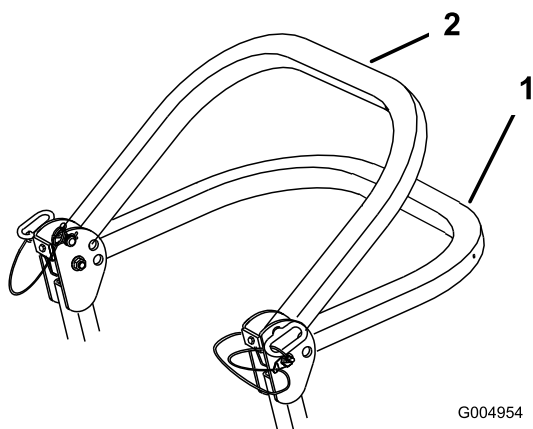

Figure 7
2. Descendez l'arceau de sécurité à la position abaissée. La position abaissée est à deux niveaux (voir Figure 7).